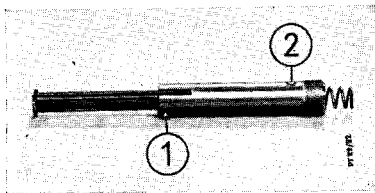

Bild 9 Olsieb, Stift 1 rastet in Nute in
stattfinden, denn beim Einlaufen des Getriebes verschmutzt das Öl schneller, so daß sich das der Ölpumpe vorgelagerte Ölsieb (Bild 9) mit feinstem Niederschlag zusetzt, was den Ölumlaufl erschwert. Dieses Ölsieb muß häufig (nicht nur bei jedem Ölwechsel) gereinigt werden. Der 2. Ölwechsel ist nach 150 Betriebsstunden fällig, dann wird jeweils nach 200 Stunden das Öl erneuert.
führung, solange es noch warm und dünnflüssig ist, abgelassen werden. Man entfernt hierzu die Ölablaßschraube 6 (Bild 10) (nur den vorderen Verschuß heraus-schrauben, nicht den Sechskantstutzen), nimmt das Ölsieb (Bild 9) heraus und neigt den Projektor, wenn er nicht schon durch die Abwärtsprojektion schräg nach unten steht, so, daß alles Öl abfließt. Am einfachsten löst man dabei die Klemmschraube an der Schere der Tischplatte und hebt die Tischplatte hinten an. Es empfiehlt sich, anschließend das Werk mit Spülöl, das in jeder Autoreparaturwerkstätte zu erhalten ist, durchzuspülen. Man setzt dazu das Ölsieb und die Ölablaßschraube ein und dreht das Werk mit der Handkurbel solange durch, bis sich das Spülöl in der Ölsichtscheibe zeigt. Das Öl ist dann wieder vollständig abzulassen und das Sieb zu reinigen. Das Ölsieb muß so eingesetzt werden, daß die rote Marke (0) am Sieb nach oben schaut. Der Fixierstift rastet dann in eine Nute der Ölpumpe ein. Dann wird wieder so viel Projektoröl eingefüllt, wie es der Betrieb erfordert. Niemals neues Öl zum alten gießen! Stets alles Öl erneuern.